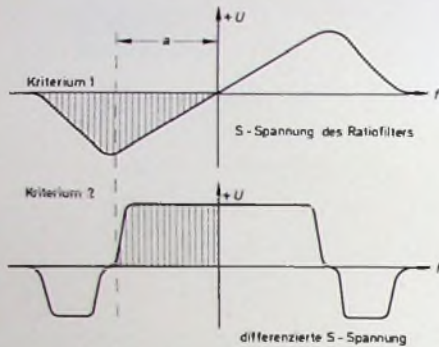

Bild 3 Prinzip der Sendererkennung aus den S-Kurven (a = Bereich in dem ein Sender erkannt wird)
- ▶ das differenzierte S-Spannungssignal muß eine positive Spannung ergeben (Bild 3).